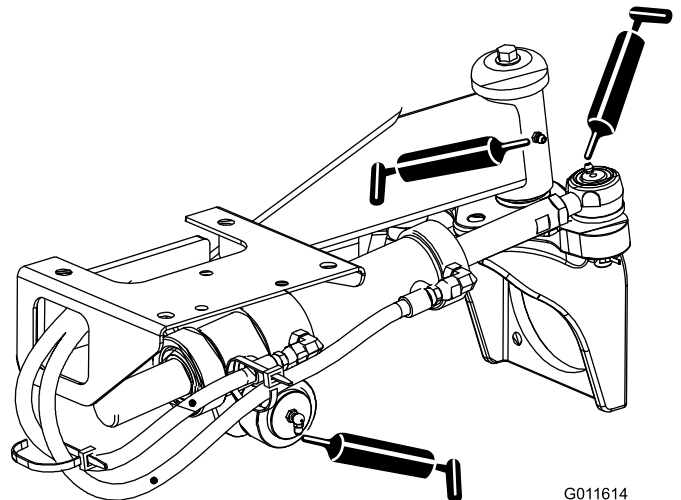

Figura 36
- Articulaciones esféricas del cilindro de dirección (2) y eje trasero (1) (Figura 36)